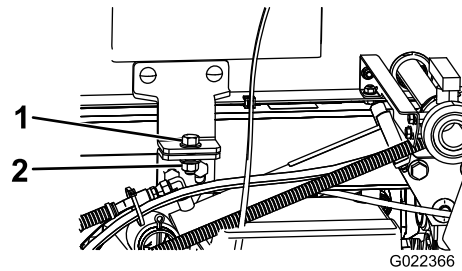

Bild 82
6. Entfernen Sie die Sicherungsschrauben vorne am Gestell (Bild 82).